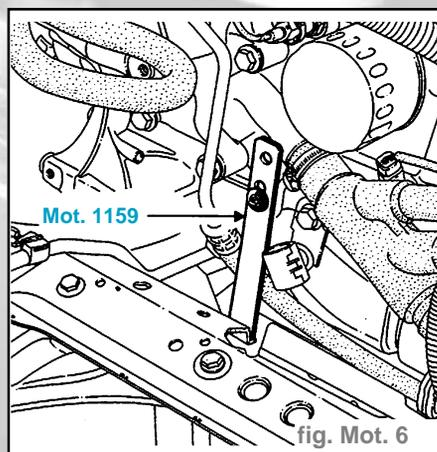

fig. Mot. 6
- Monter la patte MOT. 1159 à la place de la fixation du tube d'eau sur le carter-cylindres (fig. Mot. 6)